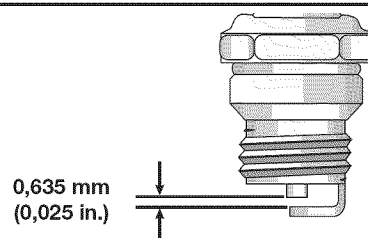

Fig. 19
3. Cambie las bujías que estén rajadas, sucias o deterioradas. Fije la separación de aire a **0,635 mm (0,025 pulgadas)** utilizando un calibrador (Fig. 19).